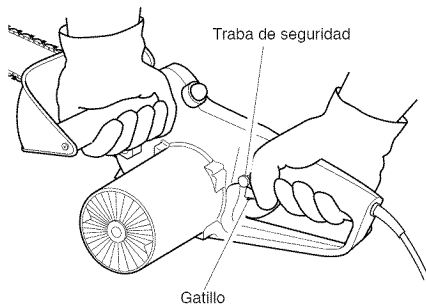

Figura 8 - Ubicación del Bloqueo del Interruptor y el Gatillo
3. Utilice ambas manos para sujetar la sierra. Utilice siempre la mano izquierda para asir el mango anterior y la derecha para tomar la posterior. Sujétela con firmeza: los mangos de la sierra deben quedar bien tomados por sus dedos (voir la Figura 8).
5. Cuando esté listo para realizar un corte, presione con el pulgar derecho el bloqueo del interruptor y apriete el gatillo (Vea la Figura 8); la sierra se encenderá. Al soltar el gatillo, se apagará. Cerciórese de que la cadena está girando a su máxima velocidad antes de comenzar a cortar.